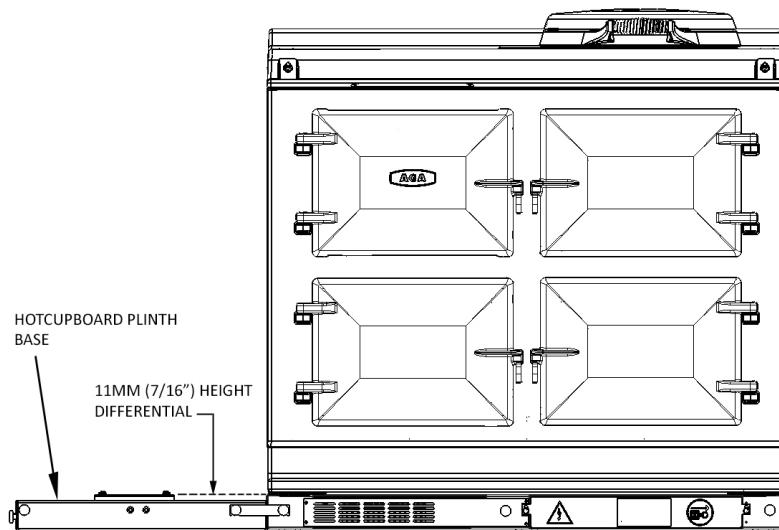

Fig. 5.3
2. Plaats de moduleplint naast de AGA eR7i en laat geen ruimte tussen beide plinten (**Fig. 5.3**).